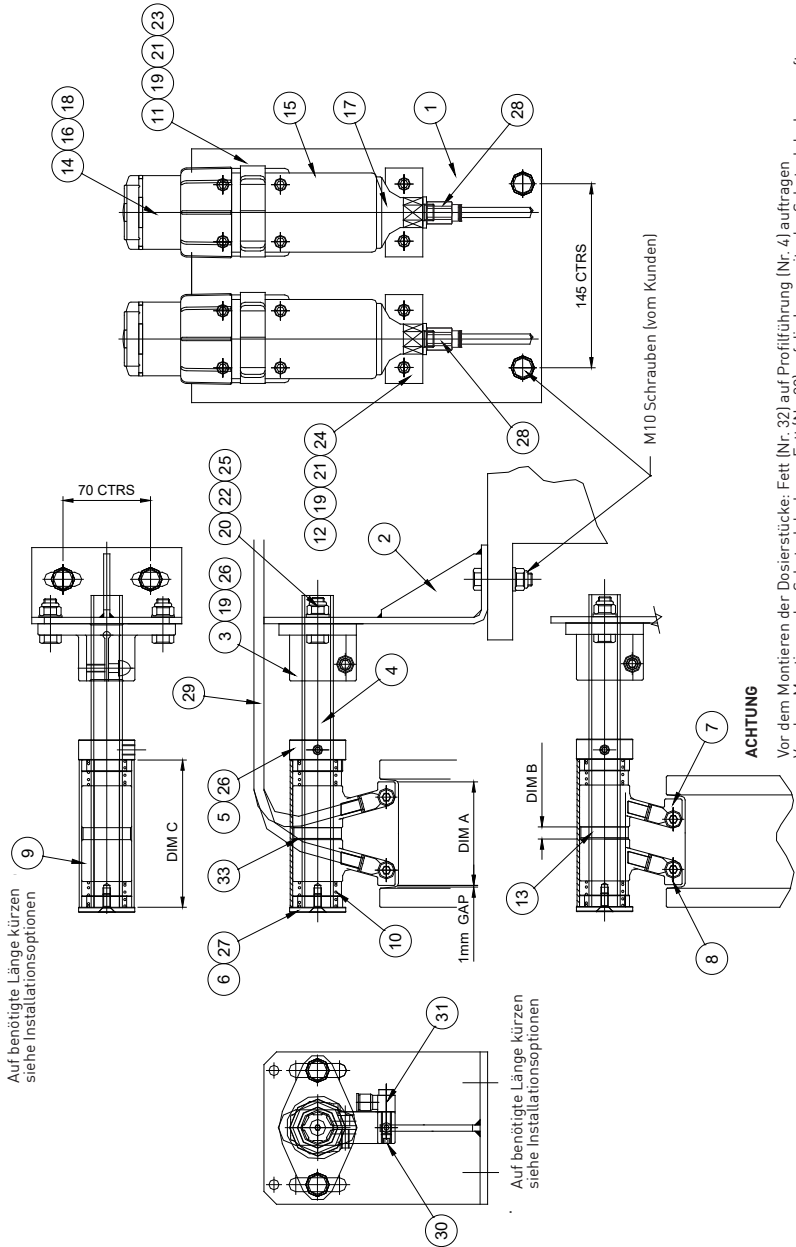

Bild 2
- Bauen Sie die perma CWL PLUS SET Teile gemäß Zeichnung (Bild 2 + Tabelle 1) zusammen.
- Positionieren Sie das perma CWL PLUS Vorrichtung und markieren Sie die Löcher für den Montagewinkel für Profilverführungen (Nr. 2, Bild 2). Bohren Sie die Löcher passend für die M10 Befestigung.